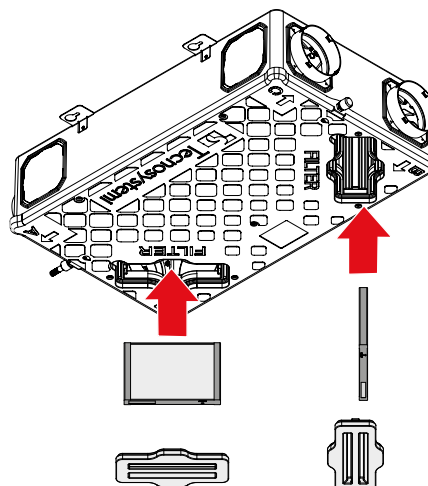

Abb. 4
4. Setzen Sie die Filter wieder in ihre Gehäuse ein (Abb. 4).
5. Schließen Sie die Schutzabdeckungen (Abb. 4).